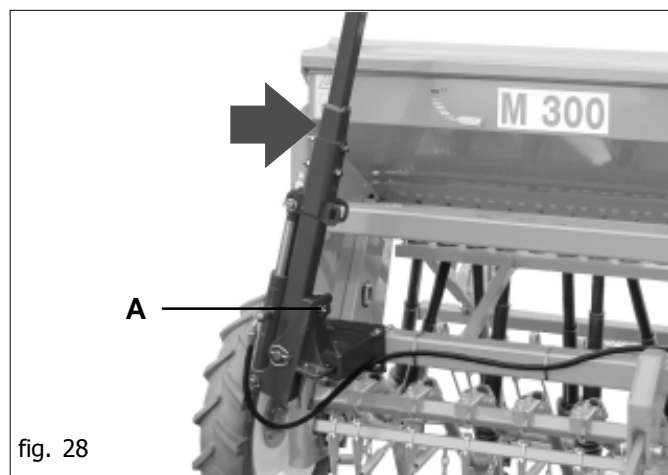

fig. 28
**Avant d'actionner l'installation hydraulique du rayonneur, exercer avec la main une légère pression sur le bras rayonneur dans le sens de la flèche (Fig. 28), puis décrocher les sécurités prévues sur les deux bras (A Fig. 28).**
**Pendant les déplacements sur route, bloquer les bras rayonneurs avec les sécurités prévues (A Fig. 28) en position verticale.**